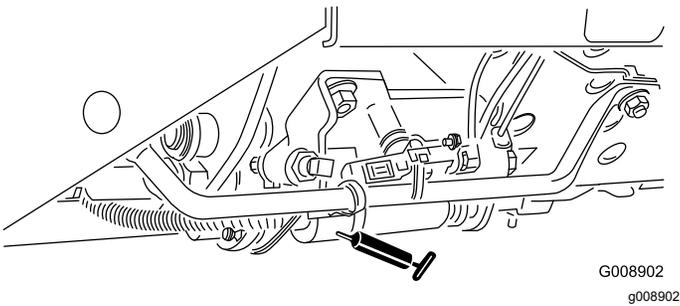

Figura 67
- Mando segar/transportar (Figura 67)